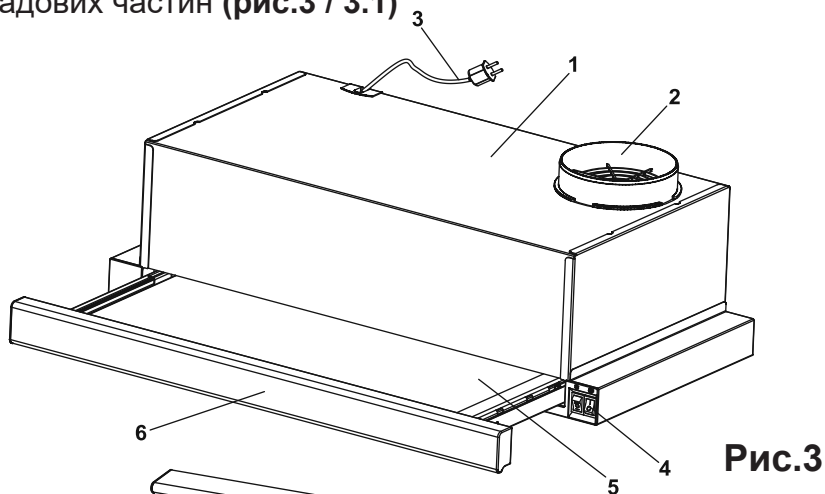

Рис.3
**УВАГА!** Додатково виріб виготовляється з наступними декоративними елементами (рис.3):
### 5.3 Витяжка складається з наступних складових частин (рис.3 / 3.1)